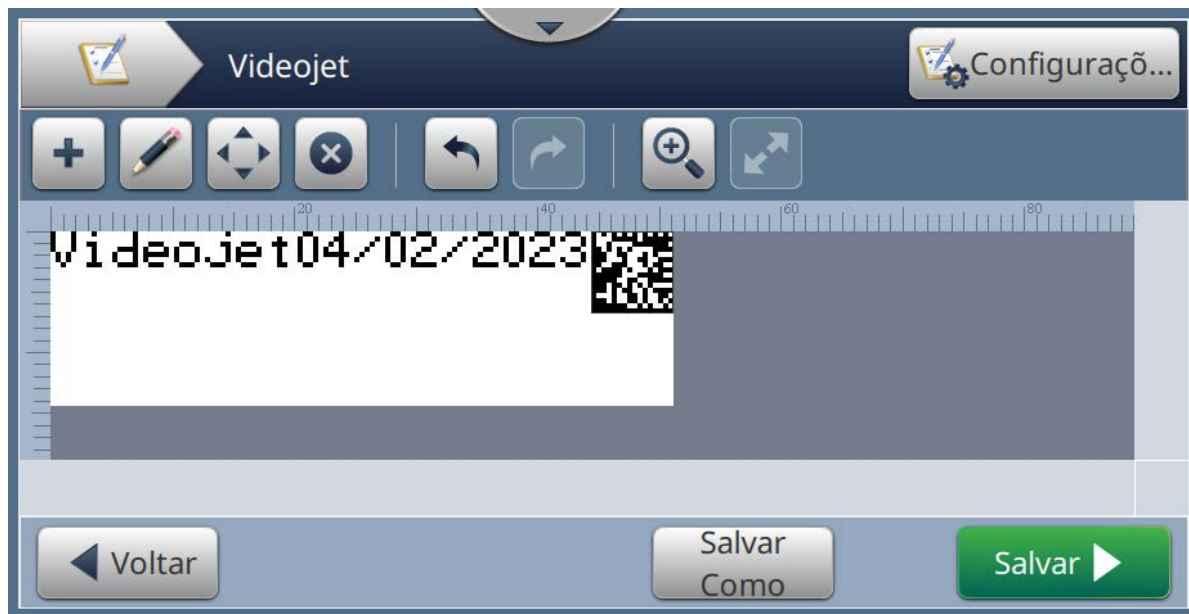

Figura 6-14: Tela Editor de trabalhos
16. Toque o botão  para salvar as alterações. A tela Editor de trabalhos é aberta, como mostra a Figura 6-14.